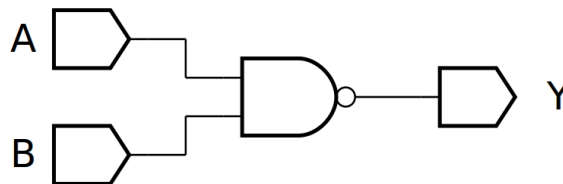
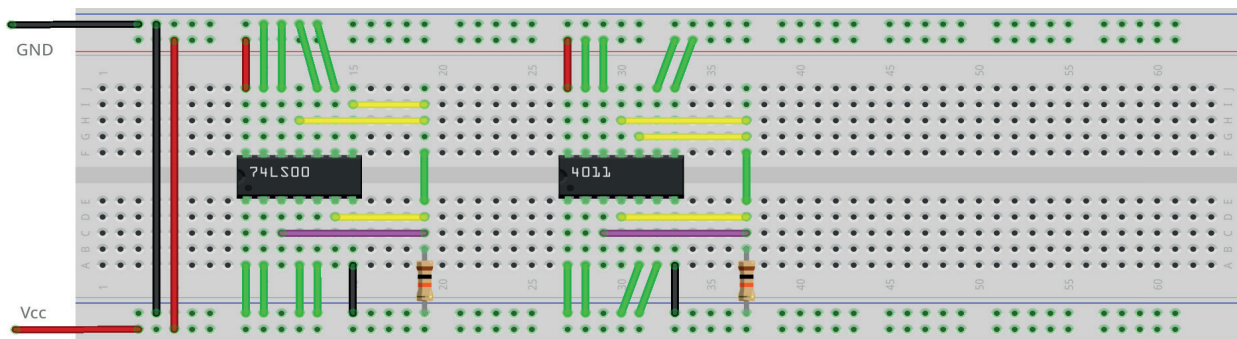

Figura 3.14 – Diagrama esquemático.
Figura 3.15 – Placa de montagem com componentes.
1. Monte o circuito da figura 3.14, conforme mostrado na figura 3.15, na placa de montagem.
- d) Conecte os fios verdes. Os fios verdes estão conectados ao terra e portanto fornecendo valor lógico (0) às entradas de todas as portas do CI.
26. Utilizando o software de simulação SmartSim, simule a porta NE (NAND) de acordo com a figura 3.14. Compare a simulação com a tabela 3.5.